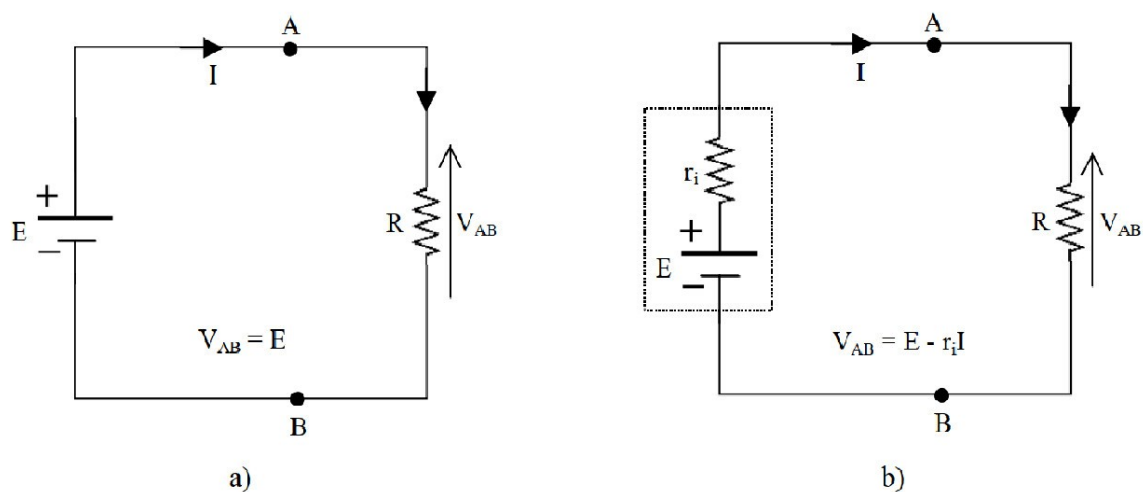

Figura 4: Circuito elétrico alimentado por: a) fonte de tensão ideal; b) fonte de tensão real
O valor da resistência interna de uma pilha pode ser determinado montando um circuito equivalente ao da figura 4-b) e medindo a ddp V_{AB} para diferentes valores conhecidos da resistência de carga R . Uma vez que $V_{AB} = RI = E - r_i I$, a representação gráfica de V_{AB} em função da corrente elétrica I que percorre o circuito – calculada para cada valor de R por aplicação da lei de Ohm –, permite extrair, da parte linear de $V_{AB}(I)$ (figura 3-b)), o valor da resistência interna da pilha, r_i .
4.1.1.2 - Monte o circuito representado na figura 4-b) utilizando a caixa de resistências fornecida(reostato). Selecione uma resistência, e meça a tensão aos terminais da fonte em carga (V_{AB}), registrando esse valor na tabela 1.